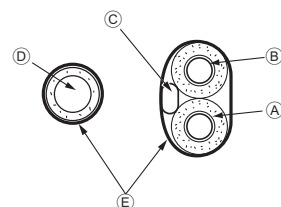

Fig. 3-7
3.3.1. Extraction et traitement de la tuyauterie et du câblage (Fig. 3-7)